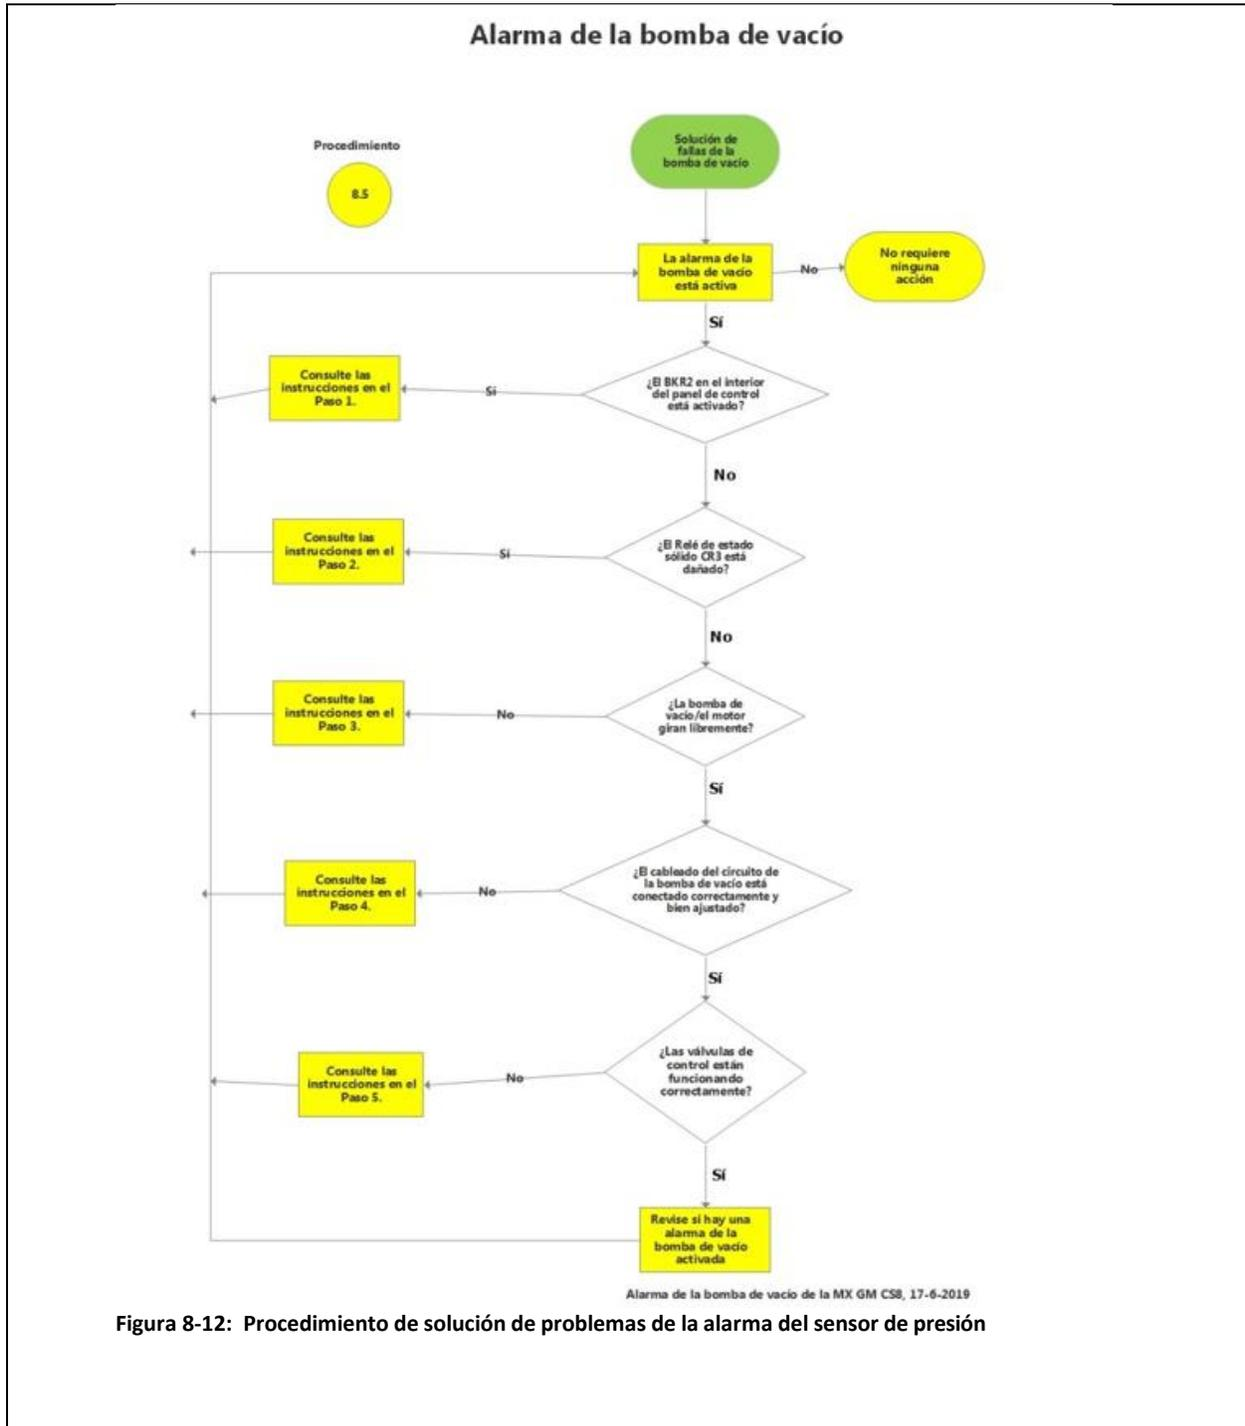

Figura 8-12: Procedimiento de solución de problemas de la alarma del sensor de presión
- Una alarma de la bomba de vacío ocurre cuando el sensor de corriente dentro del panel de control de VST no detecta una corriente en el motor de la bomba de vacío cuando la bomba de vacío debería estar funcionando. Existen diversas razones por las que la bomba de vacío podría no funcionar como se detalla en esta Sección. **Vea la Figura 8-12.**